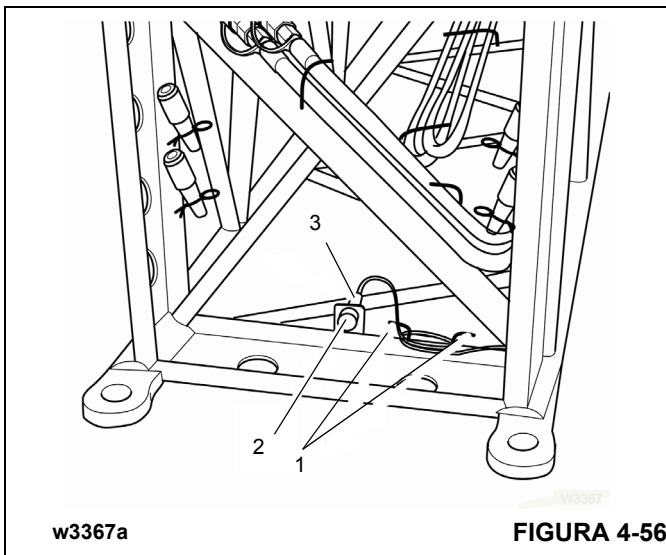

FIGURA 4-56
Hay un cable con un enchufe (3) en la parte trasera de las secciones de 5 m (16 pies) (Figura 4-56).